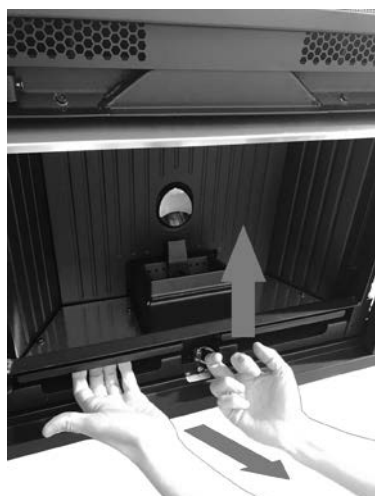
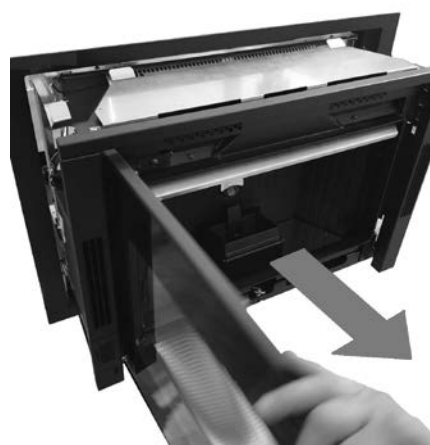

Fig. 18 - Levantar o gancho
Fig. 19 - Extração do corpo da máquina
- Levantar o gancho (ver **Fig. 18**) e puxar com força para si o corpo da máquina (ver **Fig. 19**).